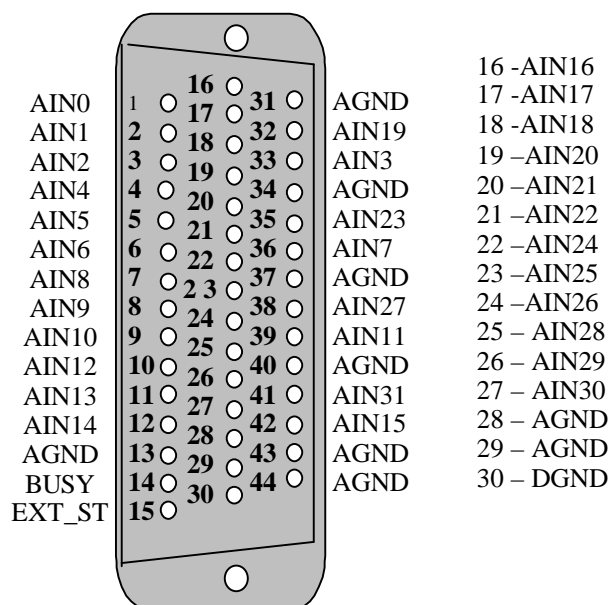

Рис. 7. 3
7.1.4. Назначение контактов разъема аналогового входа ХР2 (Рис. 7. 3) приведено в таблице (Таблица 7. 3).